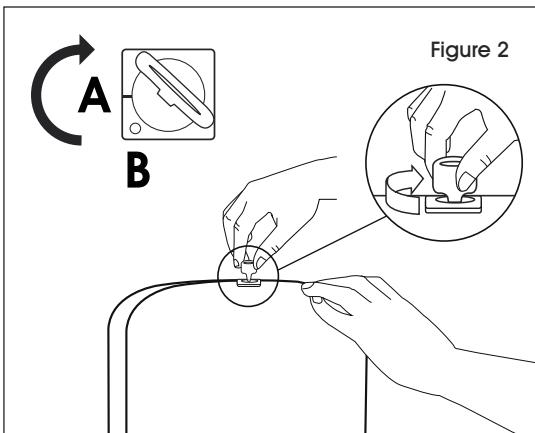

Figure 2
- Tournez et tenez la clé dans le sens horaire pour ouvrir le distributeur. (Voir Figure 2)